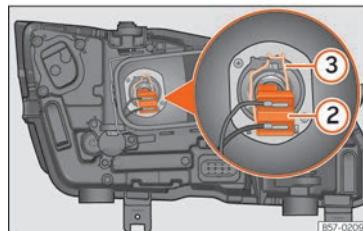

Fig. 109 En el vano motor: lámpara de luz de cruce.
3. Extraiga el conector » fig. 109 ② de la lámpara.
4. Desenganche el resorte retenedor » fig. 109 ③ presionándolo hacia dentro y a la derecha.